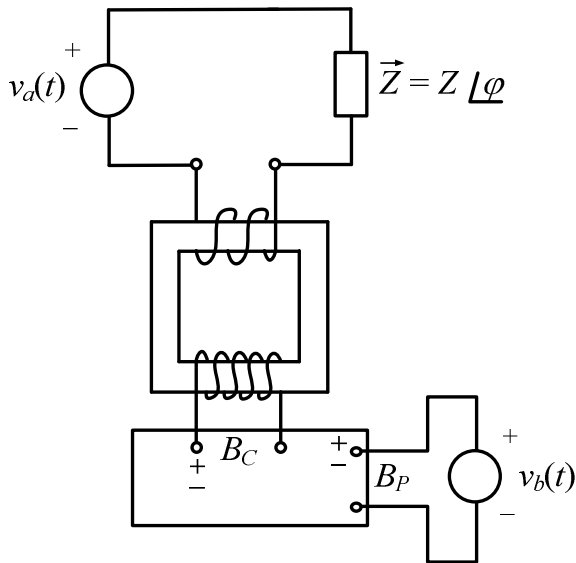
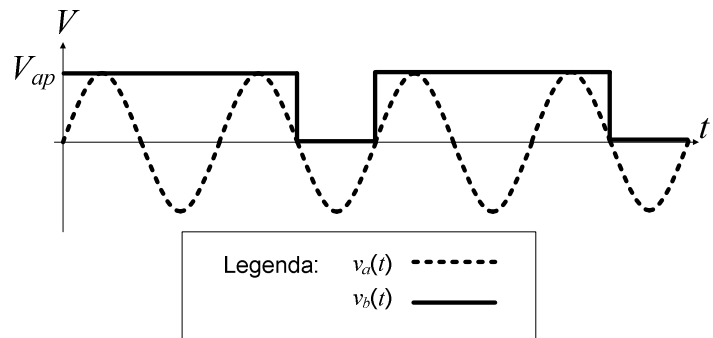

Figura 1
Figura 2
A Figura 1 mostra uma carga $\vec{Z} = Z \angle \varphi$ alimentada por uma fonte de tensão senoidal monofásica $v_a(t)$ com valor de pico V_{ap} e frequência 60 Hz. Entre a fonte e a carga é ligado o primário de um transformador de corrente (TC), enquanto o secundário do TC está conectado à bobina de corrente (B_C) de um wattímetro eletrodinâmico monofásico. A bobina de potencial B_P deste mesmo wattímetro é ligada a uma fonte de tensão de onda retangular e periódica $v_b(t)$ conforme apresentado na Figura 2. O período de v_b corresponde ao dobro do período de v_a e seu valor de pico é V_{ap} . Com base nestas informações, determine a leitura apresentada pelo wattímetro.